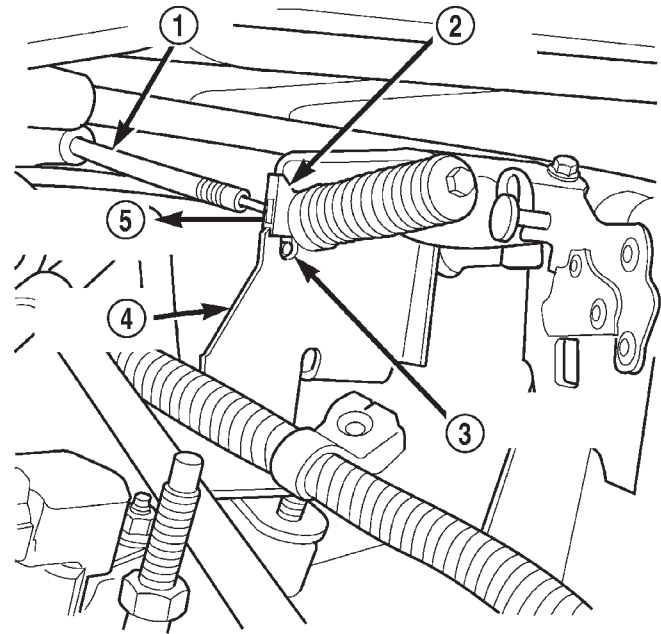

Abb. 6 Haltelasche des Gaszugs—4.7L-V8-Motor
(5) Die Haltelasche drücken (Abb. 6), so daß der Kunststoffhalter des Seilzugs von der Halterung gelöst wird. **Hierbei nicht zu stark drücken, da die Lasche andernfalls beschädigt werden kann.** Kunststoffhalter (Abb. 6) in Richtung Beifahrerseite schieben und Seilzug von der Halterung abnehmen.
(1) Nippel des Tempomat-Seilzugs wie in diesem Kapitel beschrieben am Tempomat-Servolement einhängen.
(2) Kunststoffhalter des Tempomat-Seilzugs in die Halterung schieben.
(3) Nippel des Tempomat-Seilzugs am Stift der Kurbel des Drosselklappengehäuses einhängen und einrasten lassen.
(4) Kunststoffhalter des Gaszugs so weit in die Halterung schieben (Abb. 6), bis die Lasche mit der Bohrung an der Halterung fluchtet.